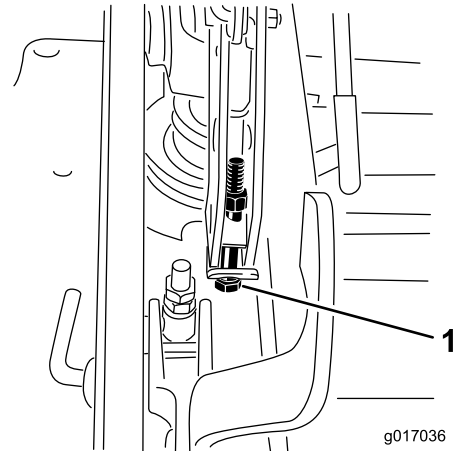

Figura 76
13. Si la carcasa está demasiado baja, apriete el perno del ajuste de un solo punto girándolo en sentido horario. Si la carcasa está demasiado alta, afloje el perno del ajuste de un solo punto girándolo en sentido antihorario (Figura 76).